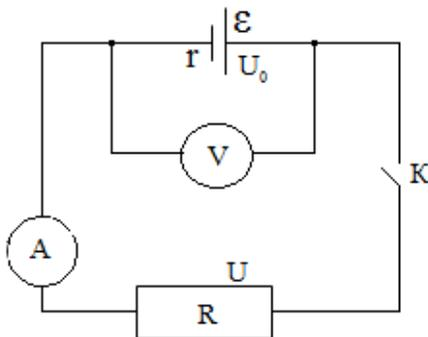

Рис. 1
1. Собрать электрическую цепь по схеме (рис. 1), соблюдая полярность подключаемых приборов. Включить источник питания.